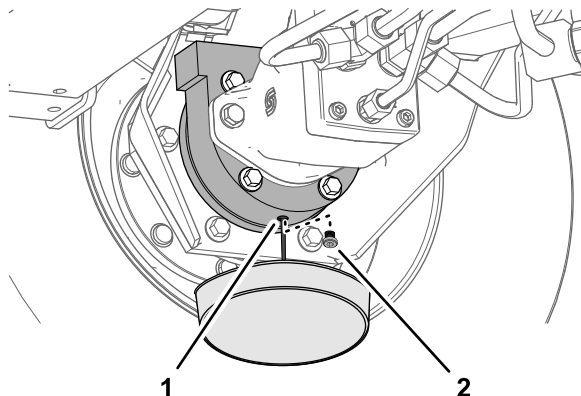

Figura 106
6. Coloque un recipiente debajo del alojamiento del freno, retire el tapón de vaciado y deje que se drene el aceite totalmente (Figura 106).